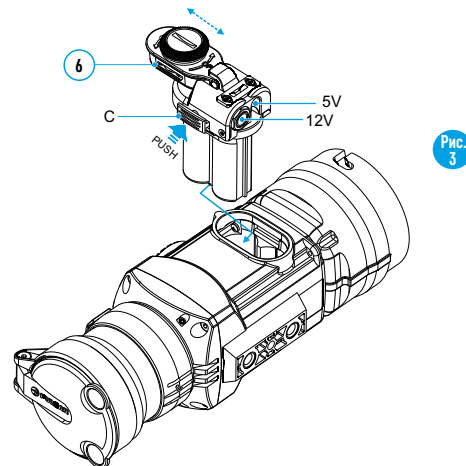

Рис. 3
- Установите переходник внешнего питания в контейнер батарей монокуляра (см.рис.3). Убедитесь в том, что защелки (С) адаптера защелкнулись с обеих сторон.
- Закрепите крышку (6) на адаптере (см. рис.3).
- Включите прибор кратким нажатием кнопки "ON/OFF" (9).